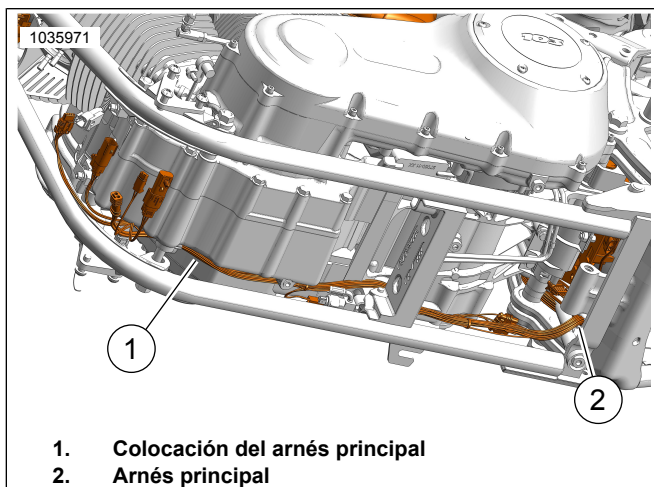

Figura 36. Colocación del arnés
16. Vea Figura 36. **Sensor de oxígeno delantero (cable del arnés largo):**
- Ubique el arnés principal (2).
- Enrute el arnés a lo largo del arnés principal (1) hacia el conector del sensor de oxígeno delantero.